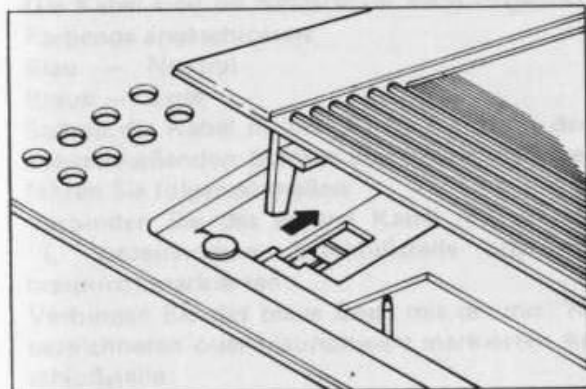

Figure 7.
- 2) Voyez la figure 7. Utilisez un tournevis ou un objet pointu pour pousser dans la direction indiquée le loquet bloquant l'avancement des têtes magnétiques.